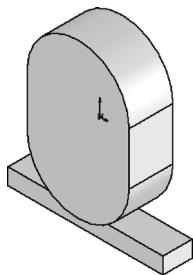

图 10-85 拉伸生成底座
**08** 拉伸生成底座。重复步骤 **06** 的操作，将底座草图进行双向拉伸，拉伸深度设置为 8mm，结果如图 10-85 所示。